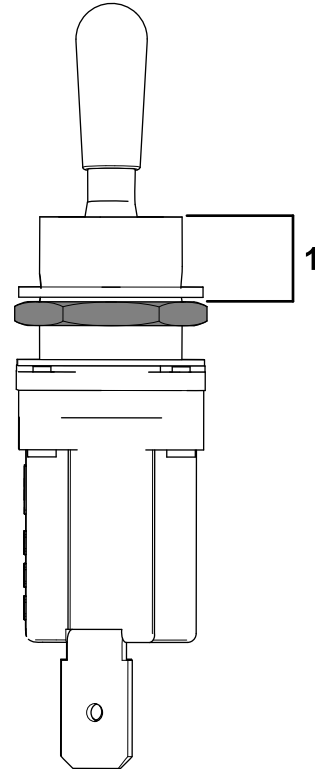

Rysunek 7
6. Wywierć otwór (średnicy 12,7 mm) na przełącznik dwustabilny z przodu licznika godzin (**Rysunek 7**)